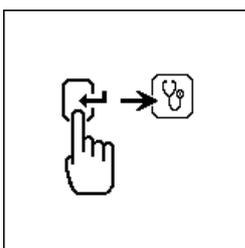

Fig.64
6. Unavolta che la clip nera verrà fissata al polo negativo, lo strumento fornirà le indicazioni per procedere (Fig. 64)